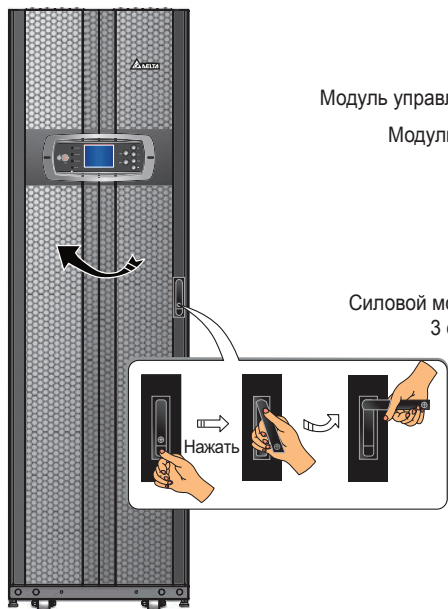
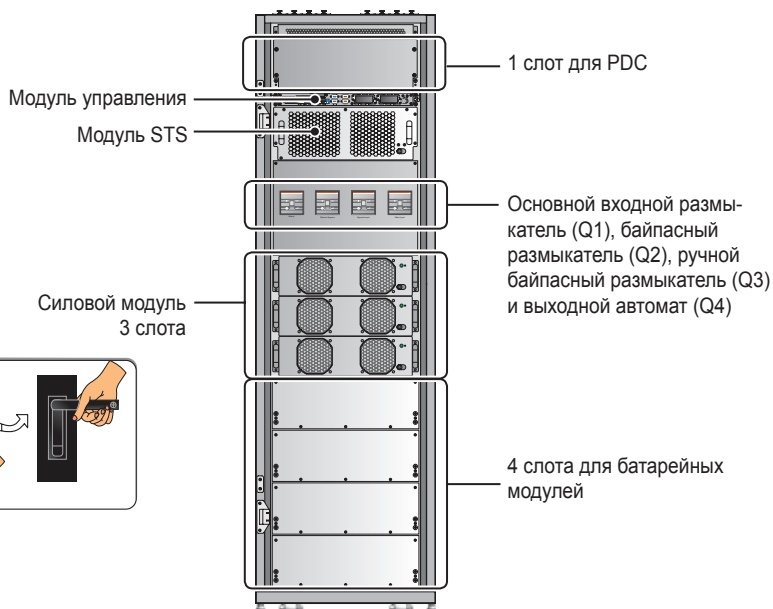

Рис. 2-4. Вид спереди
Рис. 2-5. Вид спереди с открытой дверцей
- **Вид спереди:** после того, как будет отперта и открыта передняя дверца, можно увидеть слот для стоечного кабинета распределения электропитания, модуль управления (с коммуникационными интерфейсами), модуль STS, основной входной размыкатель (Q1), байпасный размыкатель (Q2), выходной автомат (Q4), три слота для силовых модулей и четыре слота для батарейных модулей (см. Рис. 2-4 и Рис. 2-5).